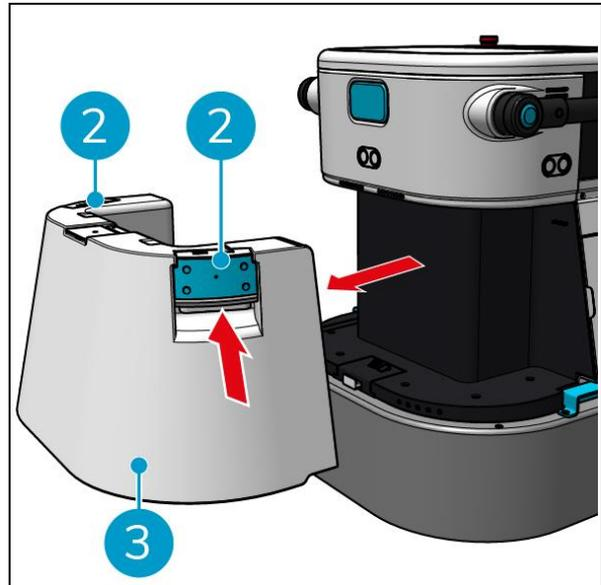

Figure 14
2. Utilisez les poignées bleues (Figure 14, pos. 2) des deux côtés du réservoir d'eau propre (Figure 14, pos. 3) pour déverrouiller et faire glisser le réservoir d'eau propre.